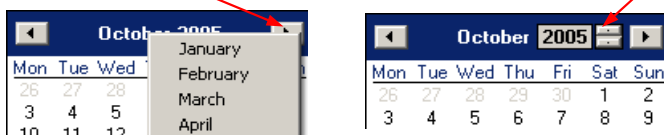

Рис. 3.5. Изменение месяца и года.
- 2) Для изменения даты кликните на любой из дней в календаре. Клавиши в верхней части календаря применяются для изменения месяца (рис. 3.5). При клике на обозначение года справа от названия месяца появляется окно с клавишами для редактирования года (рис. 3.5).